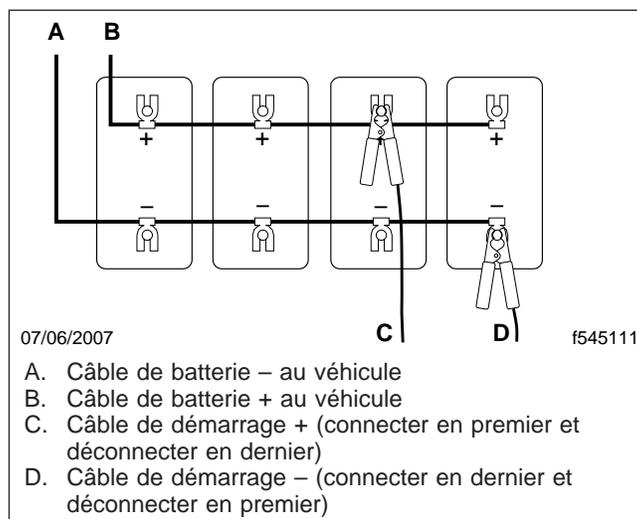

Fig. 24.5, Branchements des câbles de démarrage
3. Connectez le câble de démarrage positif (+) à la borne de batterie positive du camion Cascadia ayant besoin du démarrage d'appoint, puis connectez l'autre extrémité du câble de démarrage positif à la borne positive de la batterie (ou du démarrage d'appoint) du véhicule fournissant la charge de démarrage. Voir la **figure 24.5**.